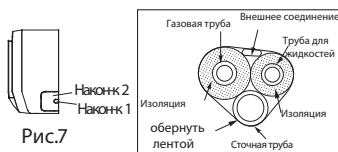

Рис.7
1. При монтаже труб и электропроводки с левой или правой сторон блока необходимо срезать наконечники опорного основания (см. Рис.7).